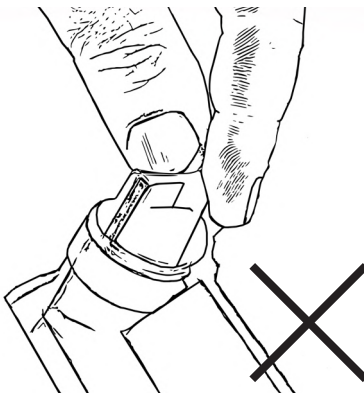

Abbildung 12
**Drehen Sie die Öleinfüllschraube mit angeschlossenem Messstab beim Ablesen des Ölstands niemals in das Gewinde. Dies führt zu einem falschen Messergebnis (Abb. 12).**